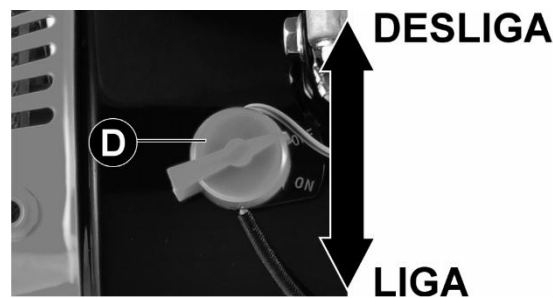

Fig. 6 - Chave LIGA/DESLIGA do motor
5. Coloque a chave de ignição (D) na posição **ON (liga)**, conforme indicado na Fig.6 do item 5.4 deste manual.
6. Puxe lentamente o punho de partida (E) até sentir resistência, em seguida dê um puxão firme e contínuo. Retorne o punho devagar à posição inicial.
7. Se o afogador (B) foi colocado em **CLOSE (fechado)**, mova-o gradualmente para **OPEN (aberto)** à medida que o motor aquece.
3. Mova a chave **LIG./DESL. (D)** para a posição **OFF (desliga)**, conforme Fig.6 do item 5.4 deste manual.